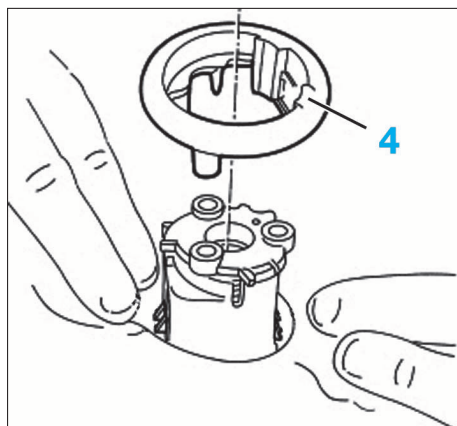

FIG. 14
- Déposer la garniture (4) de la commande des lombaires (Fig.14).